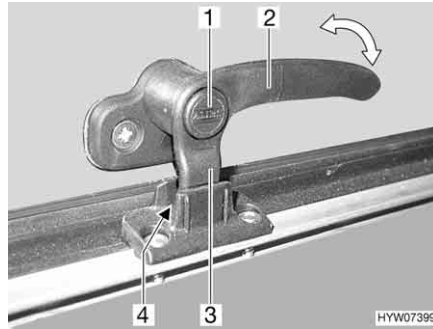
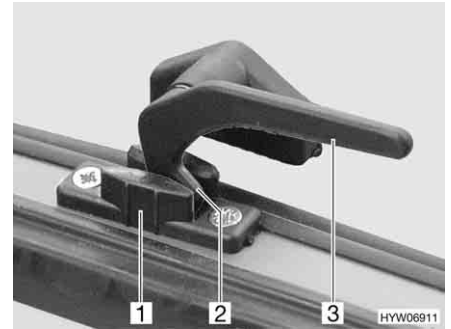

Fig. 81 Palanca de bloqueo con botón de seguridad en la posición de "ventilación continua"
Fig. 82 Palanca de bloqueo en la posición de "ventilación continua"
- En la posición "ventilación continua" (Fig. 81 y Fig. 82)
- Si existe, pulsar el botón de seguridad (Fig. 81,1) y mantenerlo pulsado.
- Girar la palanca de bloqueo (Fig. 81,2 ó Fig. 82,3) un cuarto de vuelta hacia la mitad de la ventana.
- Girar de nuevo hacia atrás la palanca de bloqueo. El saliente de bloqueo (Fig. 81,3 ó Fig. 82,2) de la palanca de bloqueo se ha de introducir para ello en el rebaje del bloqueo de la ventana (Fig. 81,4 ó Fig. 82,1).
- Si existe, soltar el botón de seguridad (Fig. 81,1).